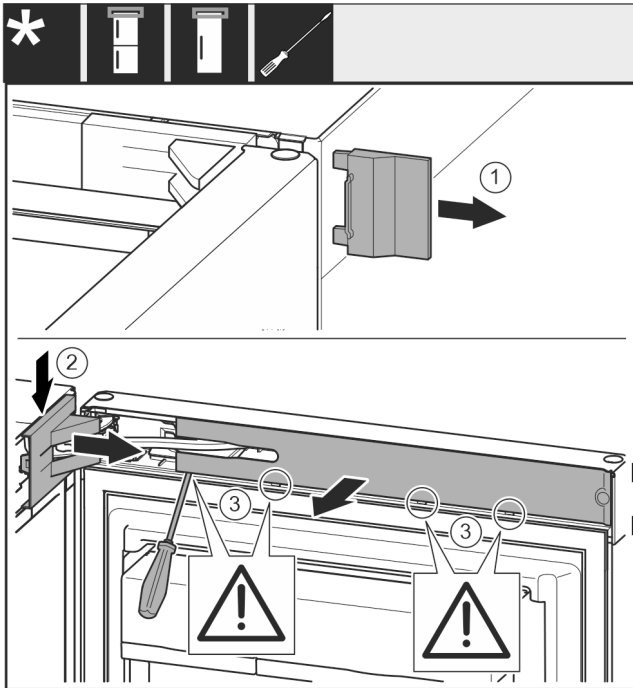

Fig. 8
- ▶ Buitenste afdekking verwijderen. Fig. 8 (1)
- ▶ Lagerbusafdekking ontgrendelen en losmaken. Afdekking van de lagerbus verwijderen. Fig. 8 (2)
- ▶ Paneel met de sleufschroevendraaier losmaken en naar de zijkant draaien. Fig. 8 (3)